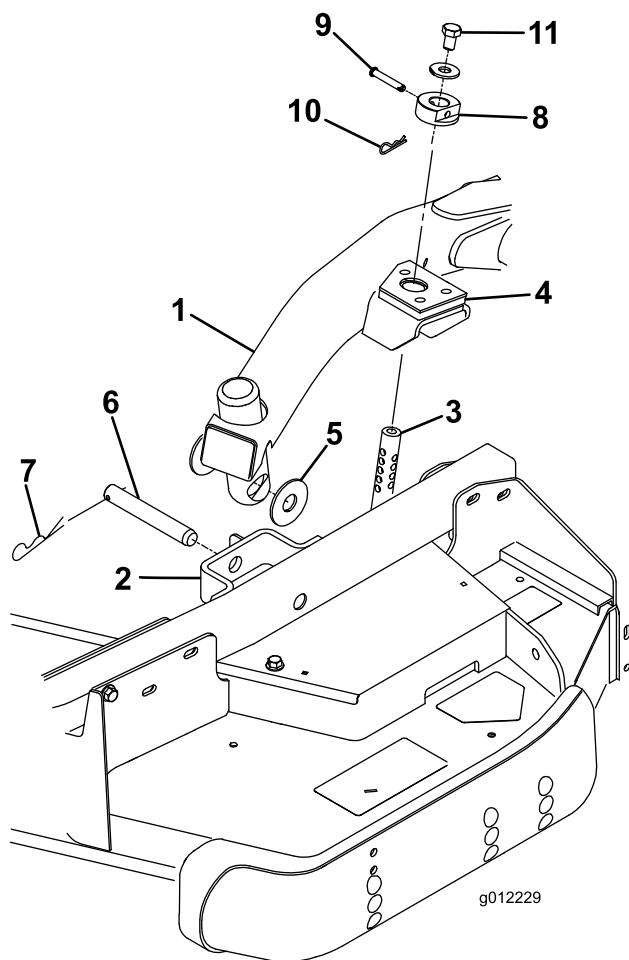

Figure 5
2. Placez le levier de levage en position de FLOTTEMENT. Poussez un bras de levage vers le bas jusqu'à ce que les trous soient en face de ceux du support du bras pivotant et qu'il soit possible d'insérer la tige de réglage de hauteur de coupe dans les patins du bras de levage (Figure 5).
3. Fixez le bras de levage au bras pivotant avec 2 rondelles de butée, un axe de chape et une goupille fendue. Placez les rondelles de butée entre le bras de levage et le support de bras pivotant (Figure 5) et insérez l'extrémité de la goupille fendue dans la fente de la patte du bras pivotant pour retenir la goupille fendue.
7. Montez les bagues de hauteur de coupe sur les tiges de réglage de hauteur de coupe et fixez-les avec les axes de chape et les goupilles fendues (Figure 5). Dirigez la tête de l'axe de chape vers l'avant du plateau si possible.
8. Montez un boulon ($\frac{1}{2}$ " x $\frac{3}{4}$ ") et une rondelle au sommet de chaque tige de réglage de hauteur de coupe (Figure 5).